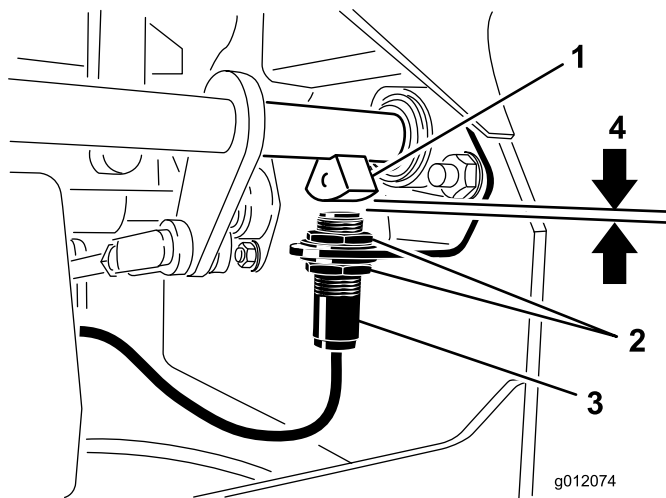

Figura 51
4. Mueva el interruptor hacia arriba o hacia abajo en el soporte hasta que la distancia entre el sensor del eje del freno y el émbolo del interruptor sea de 3,9 mm (Figura 51).